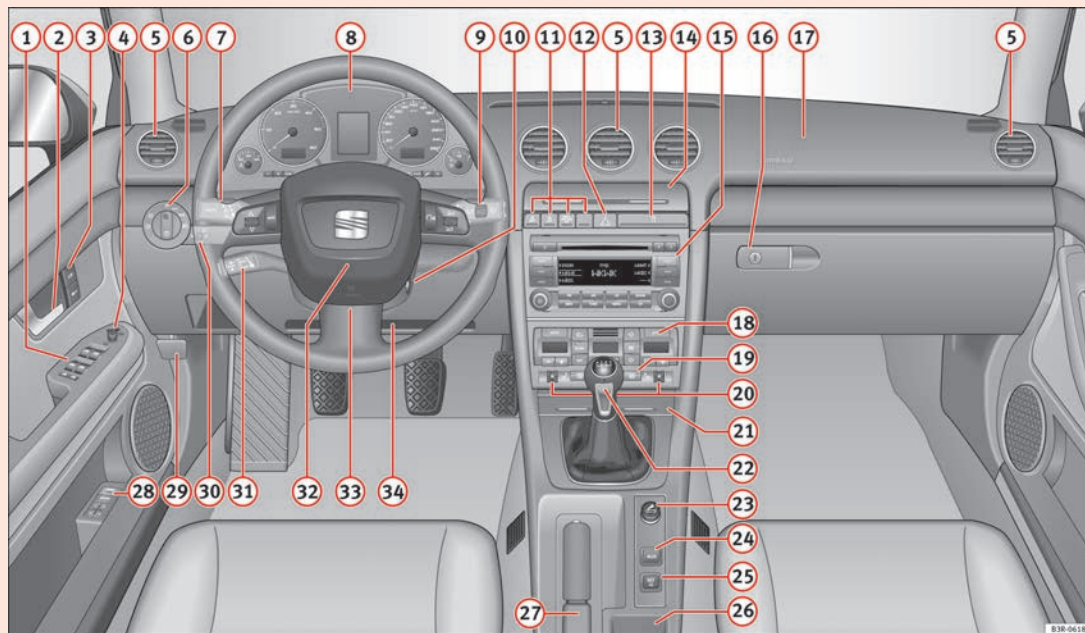

Abb. 37 Einige der gezeigten Instrumente oder Anzeigefelder gehören nur zu bestimmten Modellausführungen oder sind Mehrausstattungen.
- Bei Fahrzeugen mit Rechtslenkung\* weicht die Anordnung der Bedienelemente zum Teil von der in ⇒ Abb. 37 gezeigten Anordnung ab. Die Symbole, die die Bedienelemente markieren, sind jedoch gleich. ■